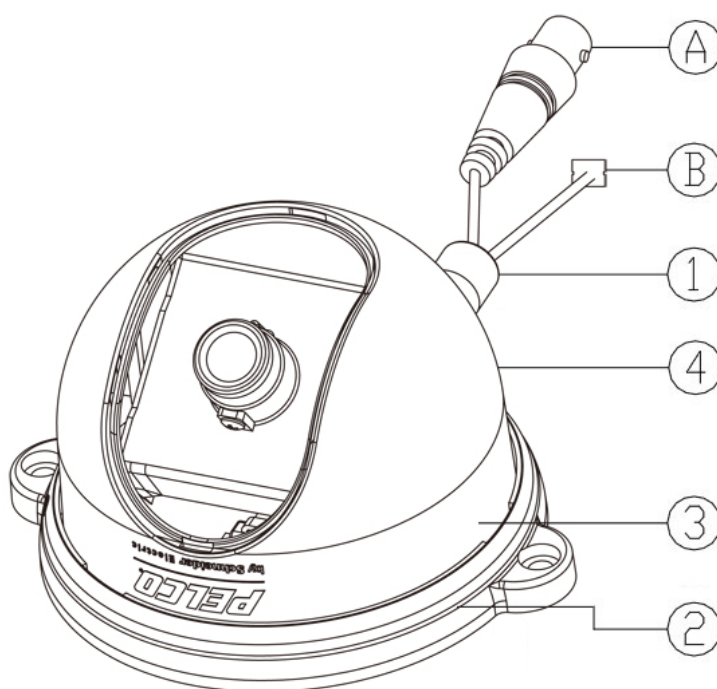

Figure 1-3 FD1-F3-4(X)/FD1-F4-4(X)
2.2(A) Branchement des fils
Référez-vous à la Figure 1-3 pour brancher le connecteur de sortie vidéo (A) et connecteur d'alimentation 12VCC (B).